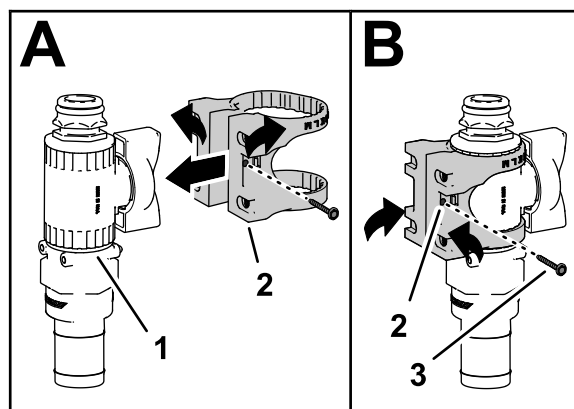

Figura 37
6. Montai suportul pentru supapă la nivelul unei supape de control drepte, aa cum se arată în seciunea A din **Figura 37**.
7. Fixai suportul pentru supapă la supapa de control cu ajutorul urubului cu guler (#6) i strângei urubul manual (seciunea B din **Figura 37**).